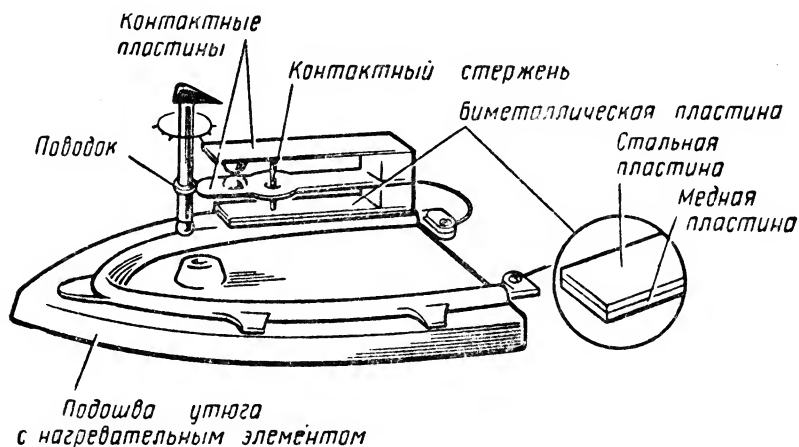

Рис. 62. Автоматическое регулирование температуры в электрическом утюге (терморегулятор).
Устройства автоматического регулирования поддерживают неизменной в течение определенного времени величину какого-либо важного для технологического процесса параметра: температуры, давления, влажности и др. Простейший автоматический регулятор температуры — биметаллическая пластина в электрическом утюге (рис. 62). Она состоит из полосок двух разных металлов — стали и меди. Пока утюг холодный, контактные пластины замкнуты, ток проходит через нагревательный элемент. При нагревании медная пластина удлиняется больше стальной, поэтому биметаллическая пластина изгибается вверх, надавливает на стержень и он отжимает верхнюю контактную пластину. Электрическая цепь размыкается, и нагре-
- ?) 1. Какие устройства называют автоматами? 2. Как действуют устройства автоматического контроля, управления и регулирования? 3. Приведите примеры использования на практике автоматических устройств. 4. Как изменится температура нагрева электрического утюга, если с помощью поводка (см. рис. 62) увеличить или уменьшить расстояние между контактными и биметаллической пластинами?